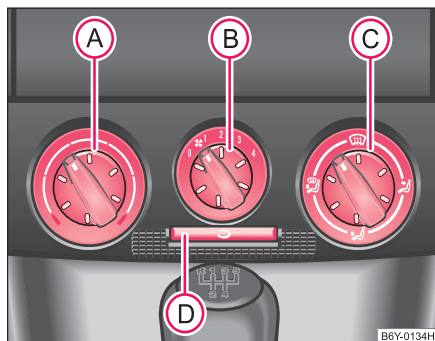

Fig. 78 Sistemul de încălzire: Întreprătoare
- Rotiți întrerupătorul rotativ **A** ⇒ Fig. 78 spre dreapta, pentru a crește temperatura.
- Întrerupătorul rotativ **(A)** ⇒ Pagina 88, Fig. 78, rotit complet spre dreapta
- Întrerupătorul rotativ **(A)** ⇒ Pagina 88, Fig. 78, rotit complet spre stânga
⇒ Pagina 88, Fig. 78.
⇒ Pagina 88, Fig. 78, sistemul de recirculare a aerului va fi oprit în mod automat.